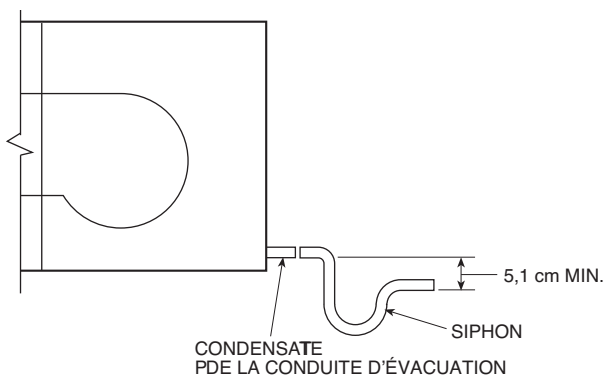

Figure 10 — Siphon d'évacuation
- La différence de hauteur entre l'entrée et la sortie doit être d'au moins 25,4 mm WG supérieur à la pression statique totale de l'appareil. La différence de hauteur entre la sortie et la partie inférieure du siphon doit être égale ou supérieure à la pression statique totale de l'appareil. Placez un siphon d'au moins 5 cm près de l'extrémité du conduit d'évacuation afin de prévenir le dégagement d'odeurs. Consultez la fig. 10.